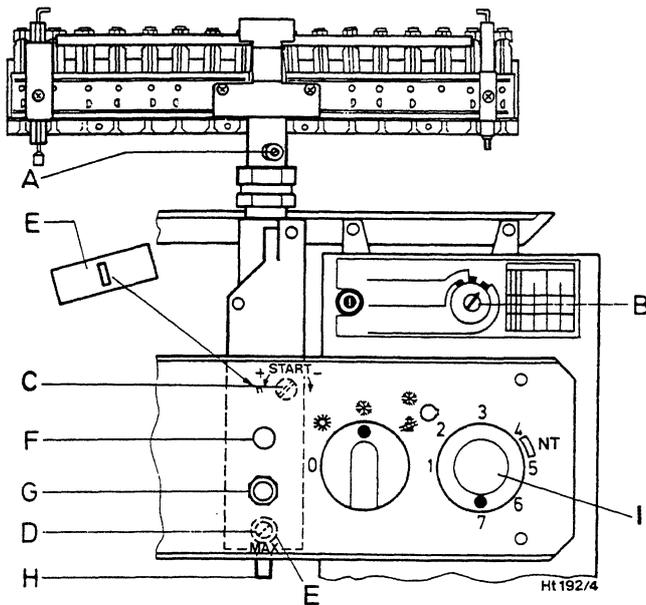

Fig. 12
1. Togliere la protezione metallica «E», fig. 12, posta sulle due viti di regolazione.
2. Svitare la vite «A» e collegare il manometro a U, fig. 12.
1. Togliere la protezione metallica »E«, fig. 12, posta sulle viti di regolazione.
10. Togliere la vite »H«, fig. 12, e collegare il manometro a U.